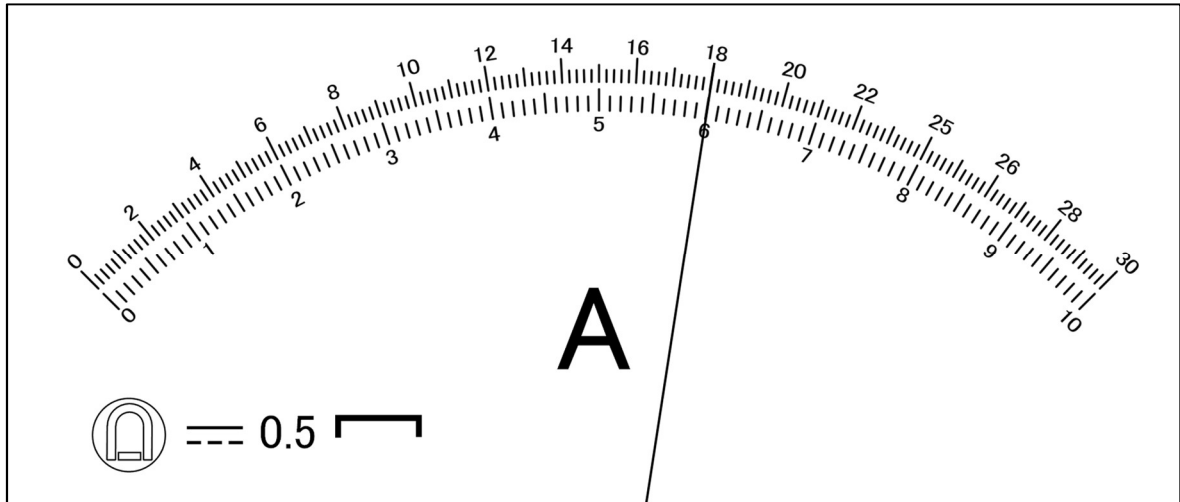

図 3－2
設問 2 図 3－2 は、ある回路の電流を電流計で測定したときの様子である。使用した電流レンジは 3A である。この測定について以下の (1)、(2) の記述の (⑤) ～ (⑦) にあてはまる最も適切なものを解答群からそれぞれ一つずつ選び、記号ア～エで答えなさい。